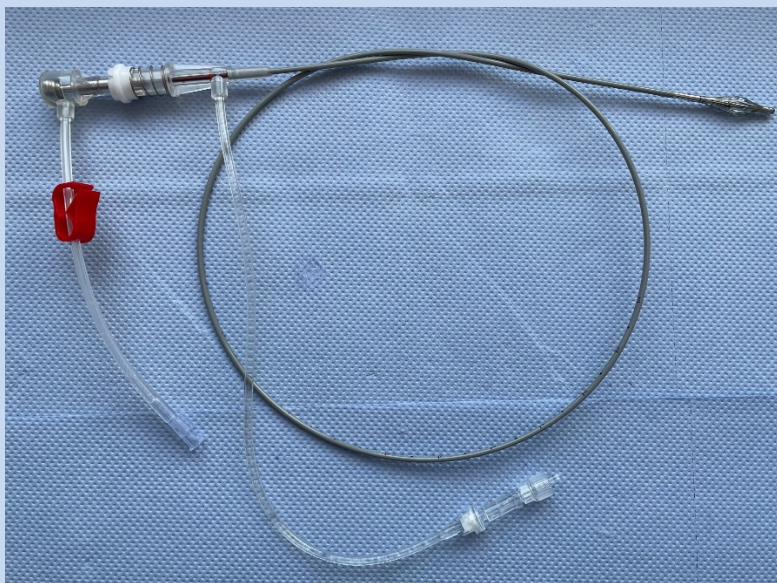

Abbildung 42: Einschlaufen des Katheters zur besseren Handhabung.
4. Schlaufen Sie den Katheter wie in Abbildung 42 dargestellt ein.